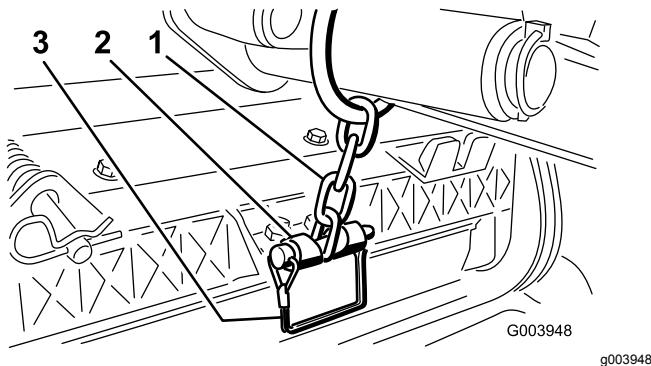

Figure 13
12. Fixez la chaîne du bras de levage au support de la chaîne avec la goupille à ferroir (Figure 13).